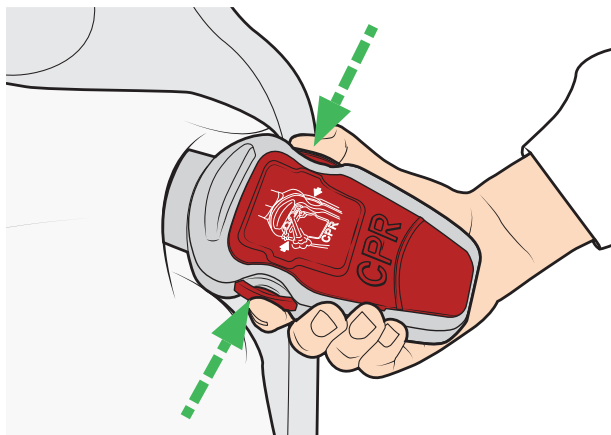

Figura 25
1. Prima ambos os botões de esvaziamento rápido de libertação RCP simultaneamente. Consulte a Figura 25